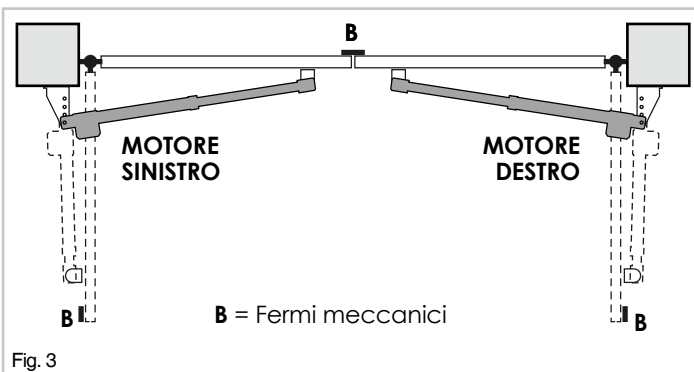

Fig. 3
Accertarsi che il cancello sia dotato di **fermi meccanici (B)** in **apertura** e in **chiusura**. (Fig. 3)